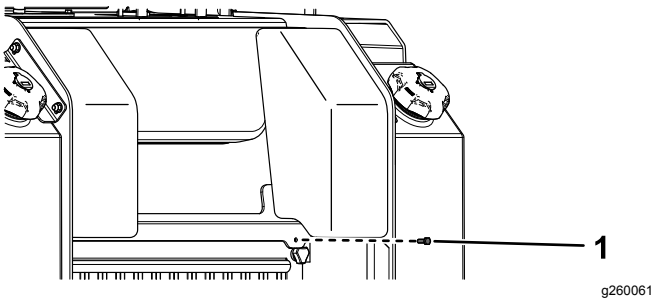

Figura 38
1. Retire el seguro (Figura 38).
2. Levante la cubierta de acceso trasera y sujete la varilla de sujeción para tener acceso a los componentes internos (Figura 38).